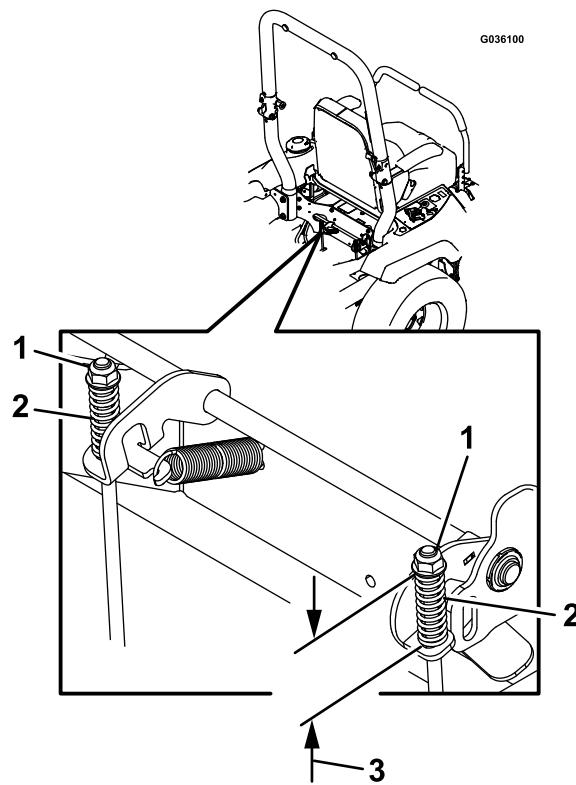

Bild 61
8. Prüfen Sie beide Federlängen, wie in Bild 61 abgebildet. Falls eine Einstellung erforderlich ist, drehen Sie die obere Muttern nach rechts, um die Feder zu verkürzen und nach links, um die Feder zu verlängern.